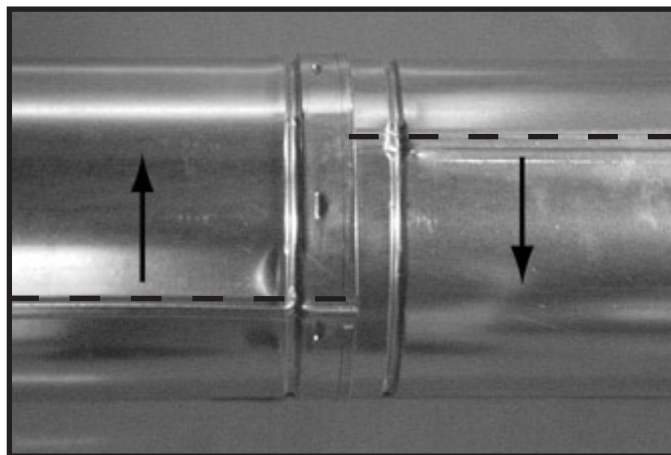

Figure 7.10 Faire pivoter les joints d'assemblage pour démonter
- Faites pivoter l'une des sections (figure 7.10), de façon à ce que les joints d'assemblage des deux sections de conduit soient alignés, comme il est indiqué à la figure 7.11.